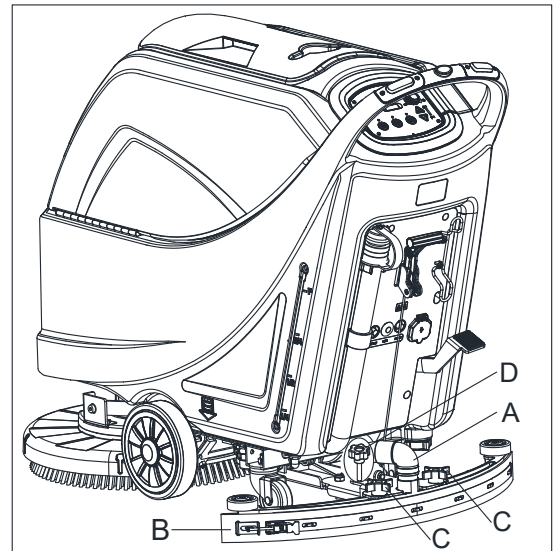
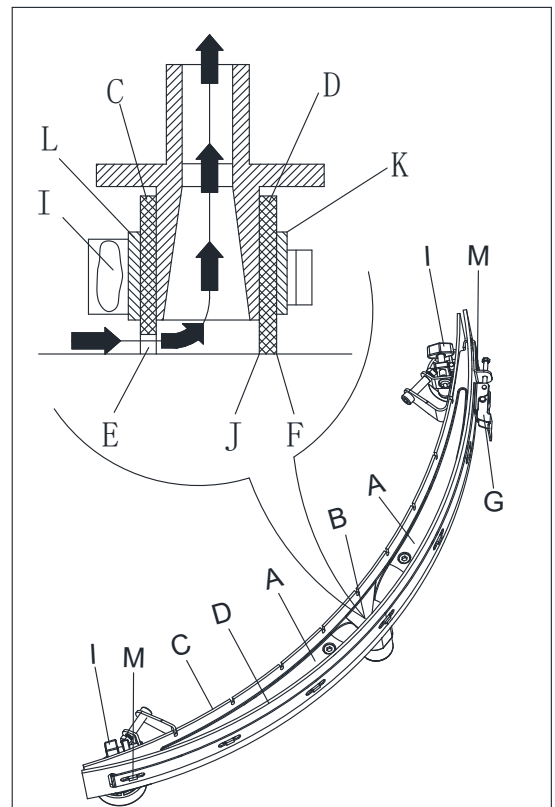

Figura 19
Figura 20
2. Verifique se as beiras (E, Figura 20) da lâmina frontal (C) e as beiras (F) da lâmina traseira (D) ficam ao mesmo nível, ao longo do seu comprimento; se necessário, ajuste a sua altura de acordo com os passos seguintes:
- Retire a barra de ligação (G), desencaixe os fixadores (M) e ajuste a lâmina traseira (D); volte a apertar os fixadores (M) e instale a barra de ligação (G).
- Desaperte os botões (I) e ajuste a lâmina frontal (C); volte a apertar os botões.
3. Verifique o estado da lâmina frontal (C) e a lâmina traseira (D) procurando por cortes de desgaste; se necessário, substitua de acordo com os passos seguintes. Verifique se o canto frontal (J) da lâmina traseira (D) não está desgastado; se necessário, gire a lâmina para substituir o canto desgastado por um em bom estado. Se os outros cantos também estiverem desgastados, substitua a lâmina de acordo com os passos seguintes:
- Retire a barra de ligação (G), desencaixe os fixadores (M) e retire a faixa retentora (K); substitua/gire a lâmina traseira (D). Monte a lâmina na ordem contrária dos passos acima descritos.
- Desaperte os botões (I) e retire a faixa retentora (L); substitua a lâmina frontal (C). Monte a lâmina na ordem contrária dos passos acima descritos. Depois de substituir a lâmina 8ou girar), ajuste a altura como mostrado nos passos anteriores.
4. Ligue a mangueira de vácuo (A, Figura 19) ao squeegee.
5. Instale o squeegee (B) e aperte os botões (C).
6. Se necessário, ajustar o botão de ajuste de equilíbrio do squeegee (D).